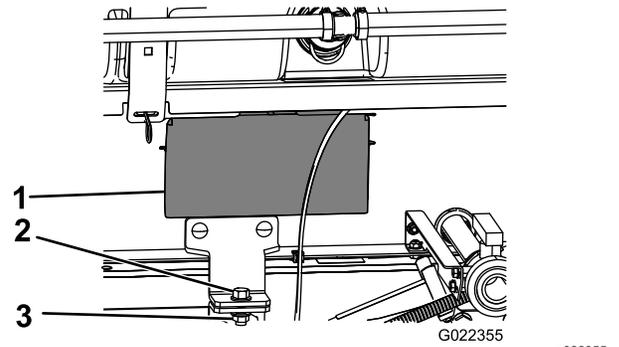

Figure 34
5. Déposez les panneaux d'accès de chaque côté du cadre du patin (Figure 34).
8. Fixez la patte de maintien du patin de cuve au support du plateau sur le cadre, de chaque côté de la machine, à l'aide d'un boulon (1/2" x 1 1/2") et d'un contre-écrou (1/2"), comme montré à la Figure 34.